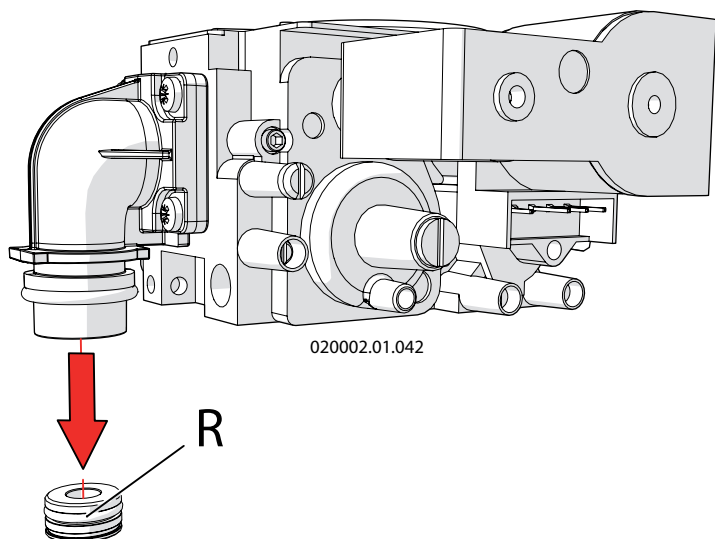

Figura 6.4 - Sostituzione ugello gas
- 18 - Sostituire l'ugello del gas "R" (vedi figura 6.4) con quello opportuno secondo quanto riportato in figura 6.7 alla voce "Diametro ugello gas";